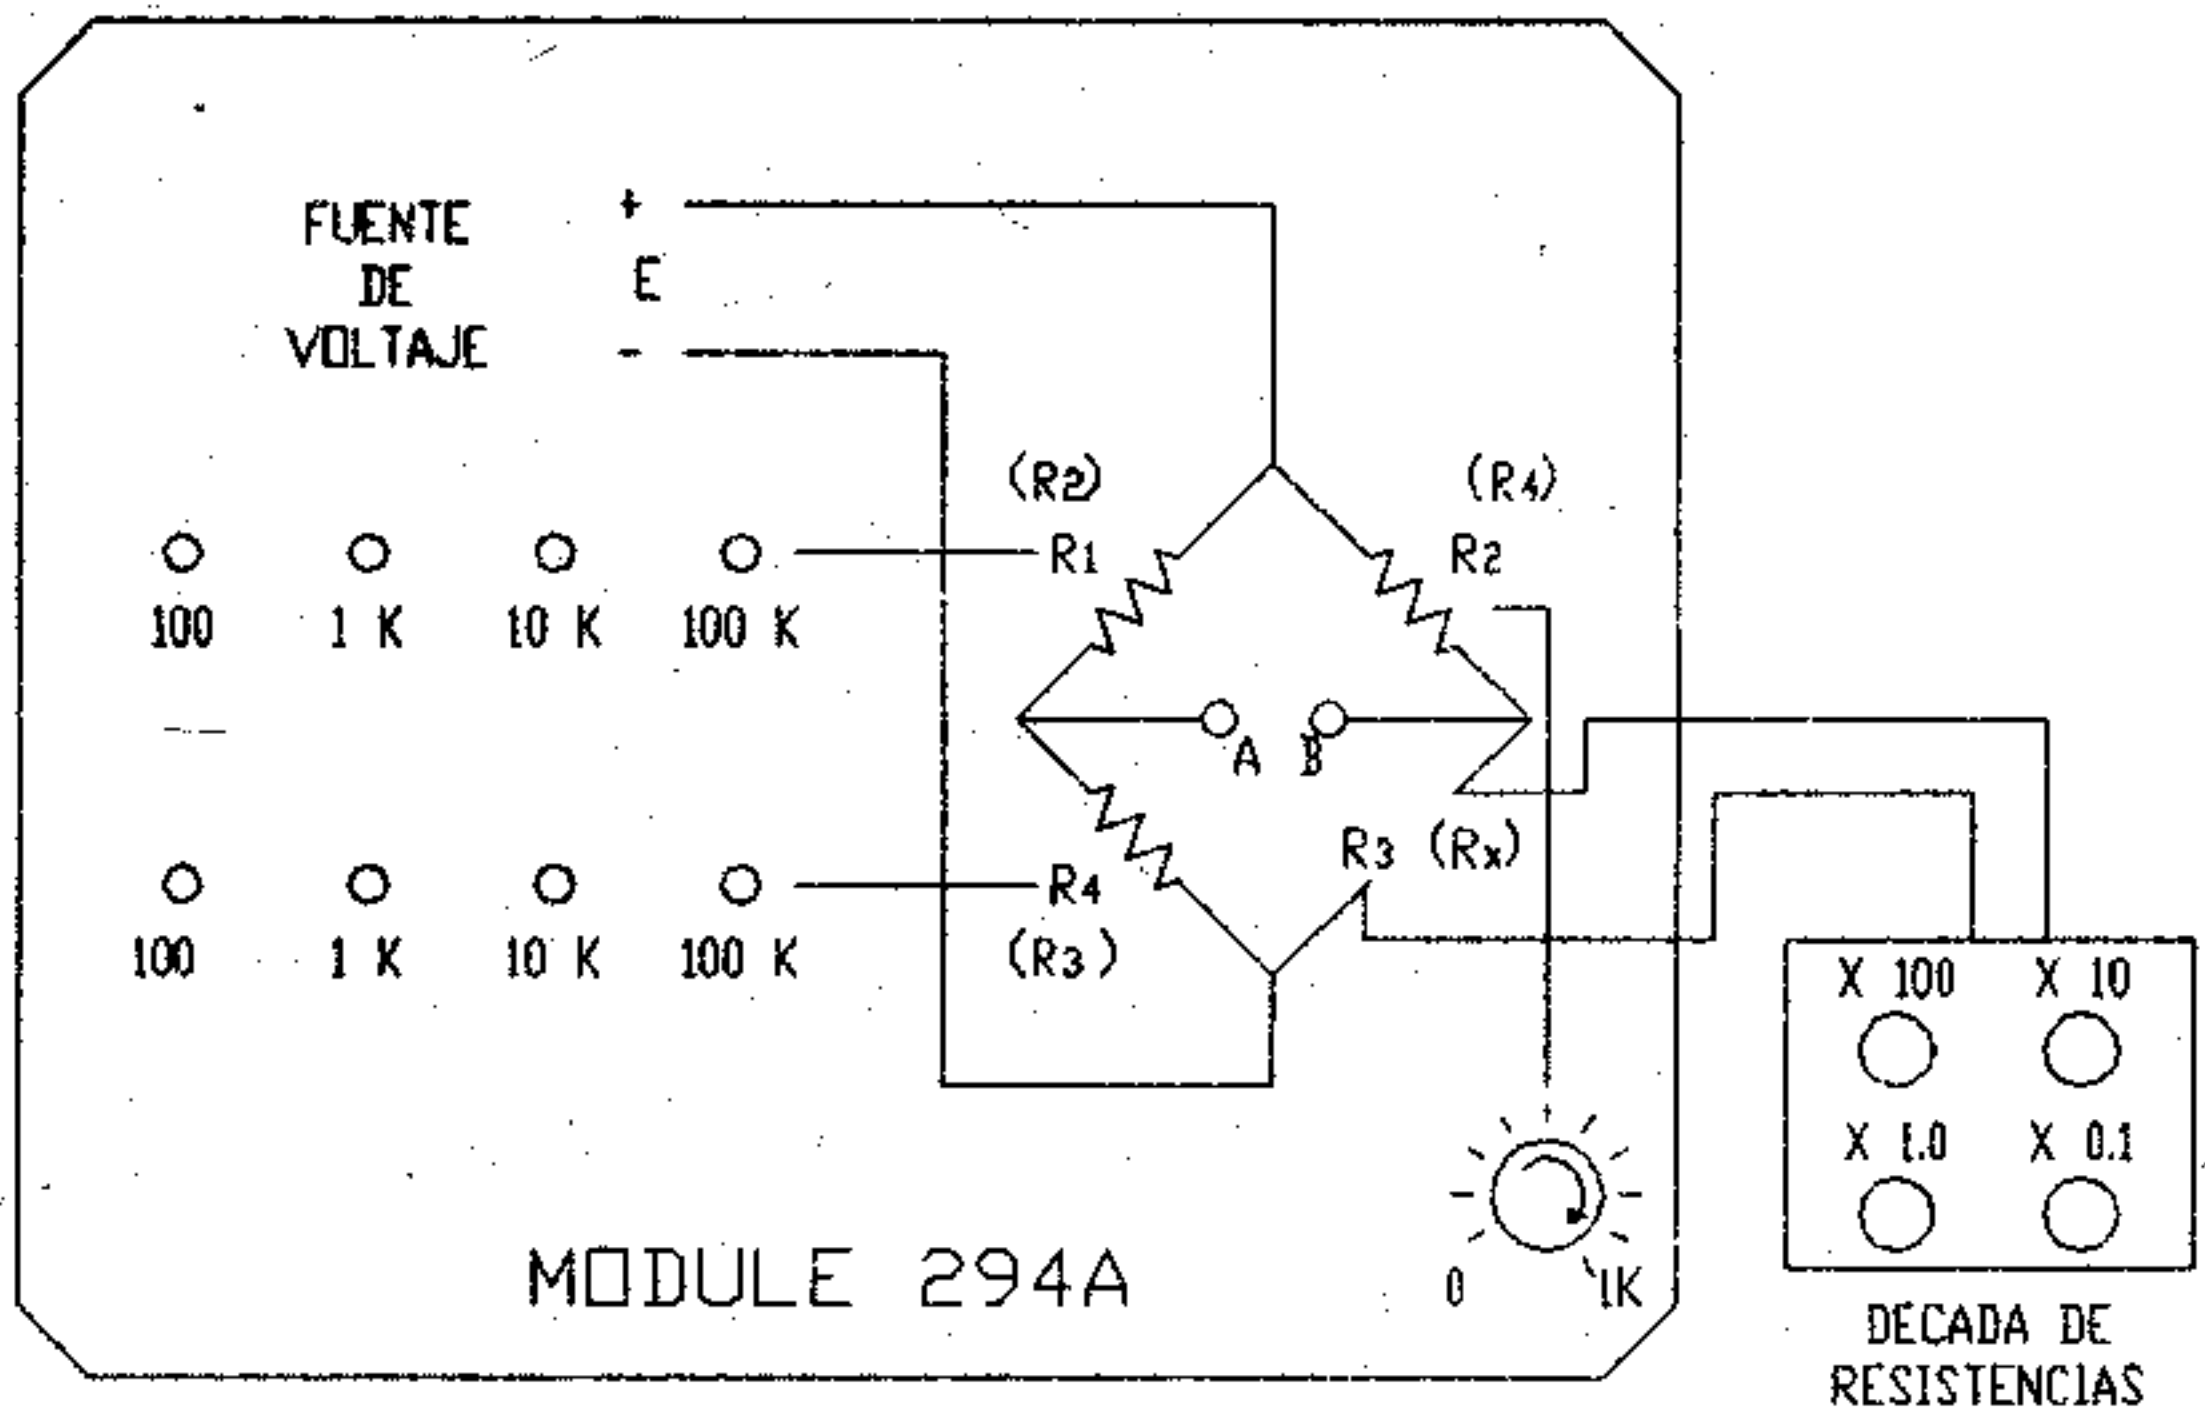

Figura 6
- a) Arme el circuito de la figura 6 con los siguientes valores: